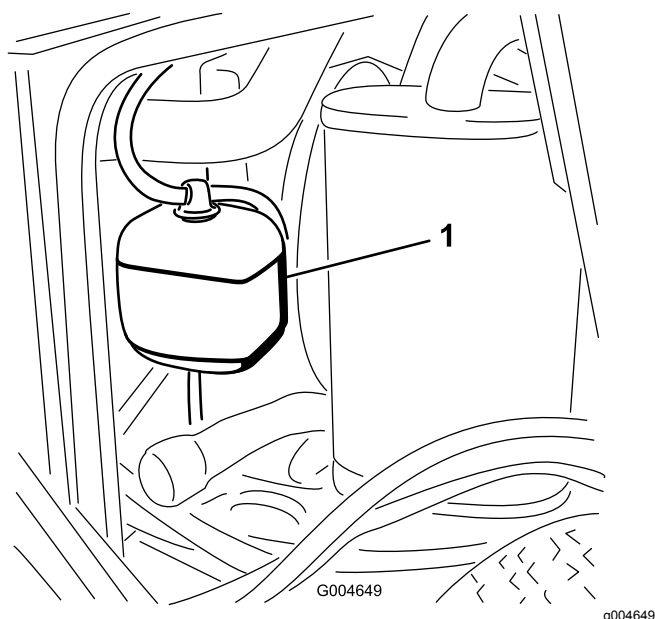

Bild 42
1. Prüfen Sie den Kühlmittelstand im Ausdehnungsgefäß (Bild 42).